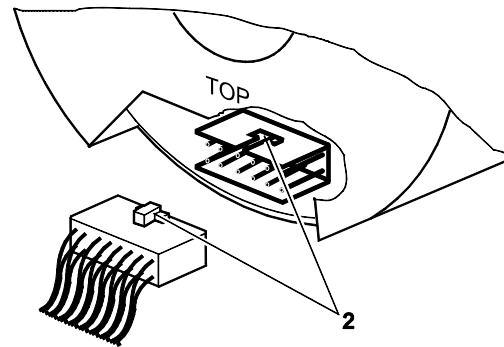

Bild 8 Elektrischer Geberanschluss
3. Stecker eindrücken (Bild 8)
Top auf Top (1, Bild 8) oder mechanische Kodierung (2, Bild 8) beachten!